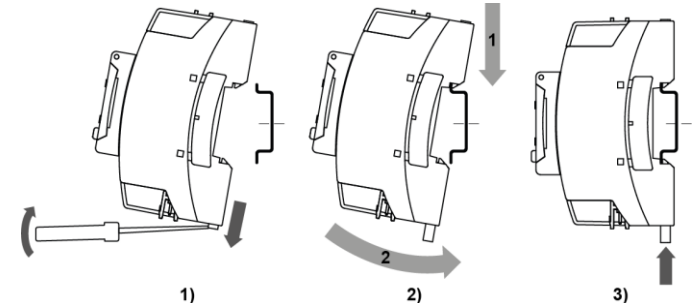

Рисунок 1 – Монтаж і демонтаж пристрою
2. Вставивши викрутку у вушко, відтягнути засувку (див. *рисунок 1, 1*). Пристрій встановити на DIN-рейку.
3. Пристрій притиснути до DIN-рейки (див. *рисунок 1, 2*, стрілки 1 і 2). Викруткою повернути засувку в початкове положення.